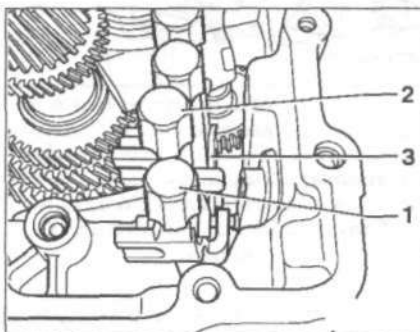

Рис. 8.33. Снимите шток 1 включения 5-й передачи и шток 2 включения передачи заднего хода с рычагом 3.
23. Снимите шток 1 включения 5-й передачи и шток 2 включения передачи заднего хода с рычагом 3 (рис. 8.33).